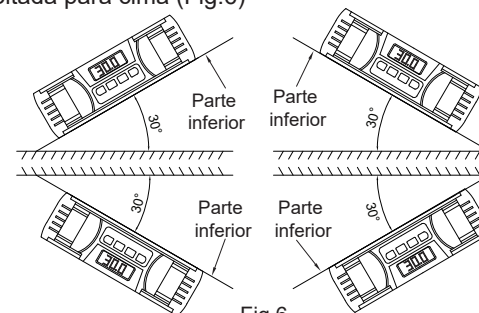

Fig.6
8. O instrumento pode ser usado em quatro orientações, o visor vira quando a parte inferior está voltada para cima (Fig.6)